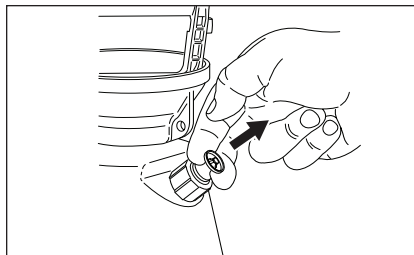

Figura 9. Libere la presión del tanque
1. Jale hacia arriba la perilla de la válvula de liberación de presión como se muestra, hasta que toda la presión del tanque se haya liberado. Vea la figura 9.